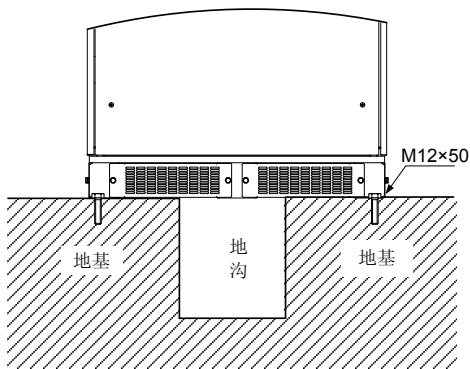

图 4-9 机柜固定示意图 (单位: mm)
- 1) 确认安装平面上的固定孔位和逆变器的安装孔位一致，固定孔位置详见图 4-9；